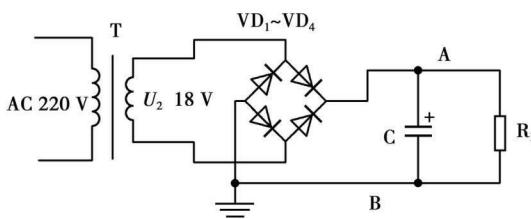

图 1-9
19. 在图 1-9 中,如果 R_L 中的电流是 2 A,则流过每只整流二极管的电流是_____ A。
21. 用指针式万用表检测图 1-9 的相关参数,检测电压 U_2 应选择_____ 挡,检测交流电压时表笔可以不分正负;在测输出电压 U_o 时,应选用_____ 挡,红表笔接在_____ 点,黑表笔应接在_____ 点。